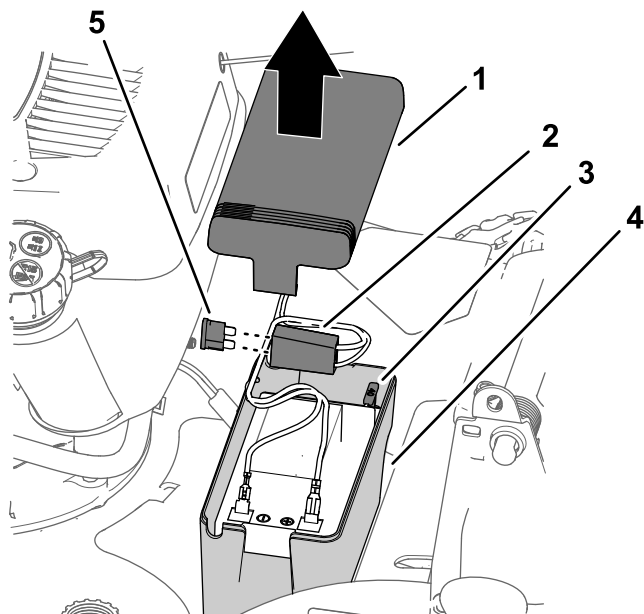

Figura 31
1. Retire la cubierta del compartimento de la batería (Figura 31).
2. Saque la batería y ubique el fusible (Figura 31).
3. Cambie el fusible del portafusibles (Figura 31).
4. Instale la cubierta sobre el compartimento de la batería (Figura 31).